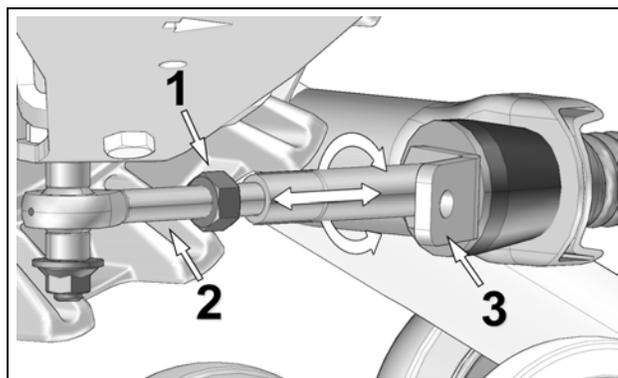

Figure 6
- Desserrer le contre-écrou (1) de l'embout à rotule. Ajuster la longueur de l'embout (2) en tournant le support de limiteur de conduite (3) au bras stabilisateur à l'aide d'une clé jusqu'à l'obtention de l'ajustement de **254 mm** entre la barre plate et le sol. Figure 6.
*NOTE :* Aux systèmes avant, la partie pliée du support de limiteur de conduite (3) doit être positionnée vers l'intérieur du véhicule.